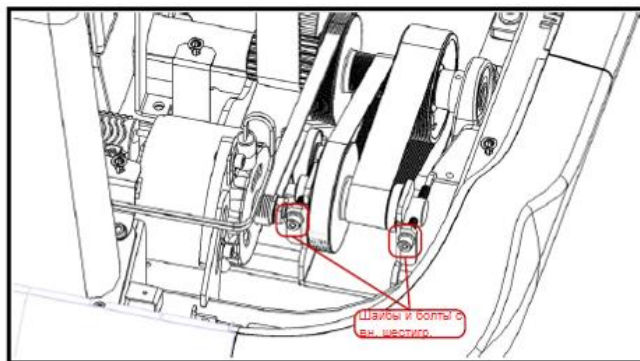

рис. 5
5. Снимите десять шайб натяжения и болтов с внутренним шестигранником (рис.5) с кронштейнов, направляющих трансмиссионный вал в сборе.